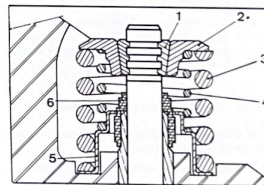

Fig. 1.17.—Montaje de válvula.
Ya terminado el montaje de las juntas de estanqueidad, retirar los capuchones de plástico y montar las copelas de centrado (5) (fig. 1.17), los muelles (3 y 4) y las cazoletas (2). Comprimir los muelles mediante el compresor 1613 - T (fig. 1.5) que se apoya en los ejes de los balancines. Acto seguido colocar las chavetas de retención (1), retirar el compresor y los ejes de los balancines.